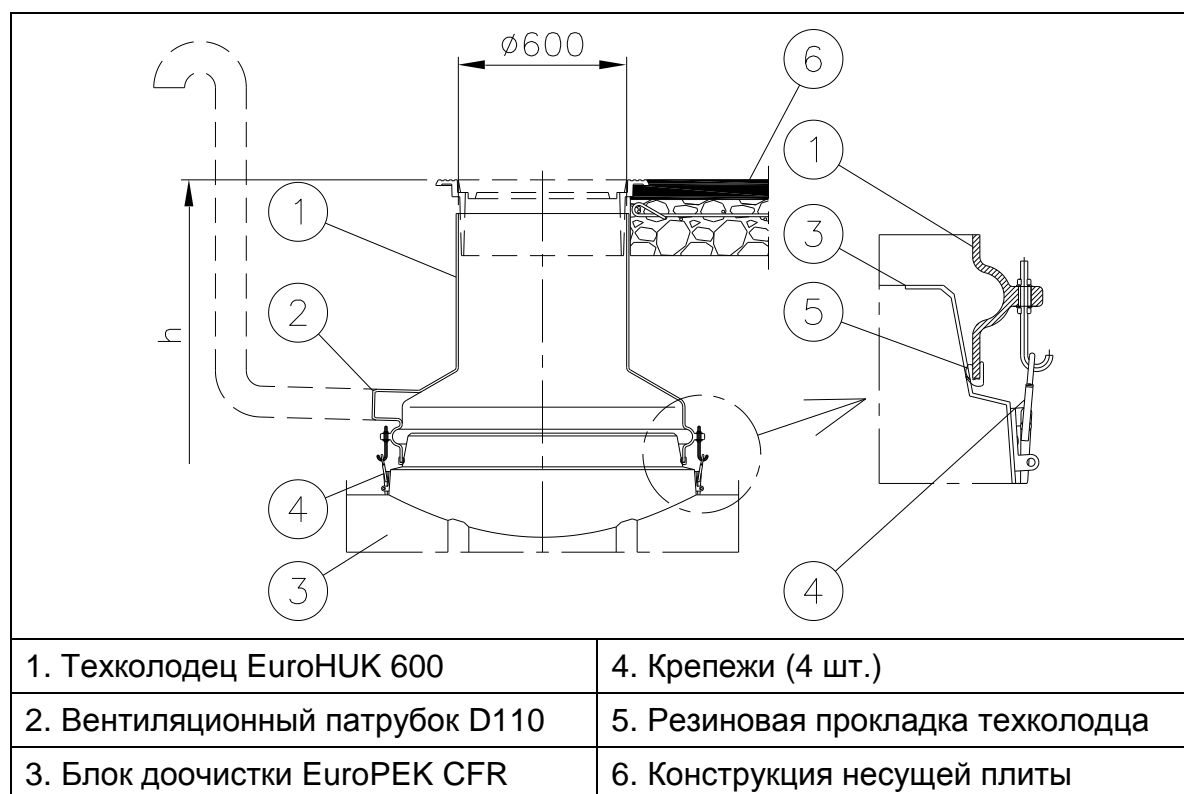

Рис. 6. Крепление техколдца к отделителю.
7. Установите на техколодец (техколотцы) резиновую прокладку. Установите техколодец EuroHUK на отделитель в строго горизонтальном положении (Рис. 6).